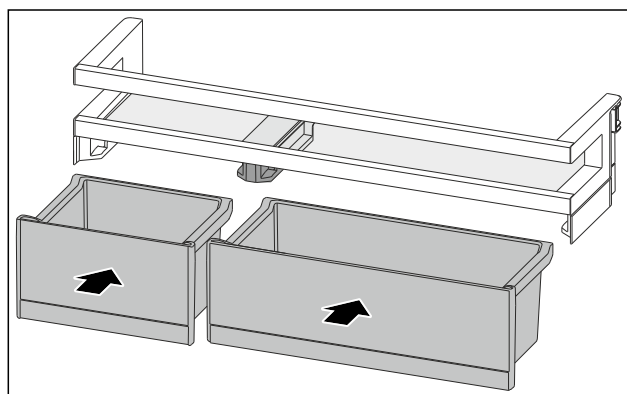

Fig. 88
- ▶ VarioBoxy vložte v opačném pořadí. (viz Fig. 88)